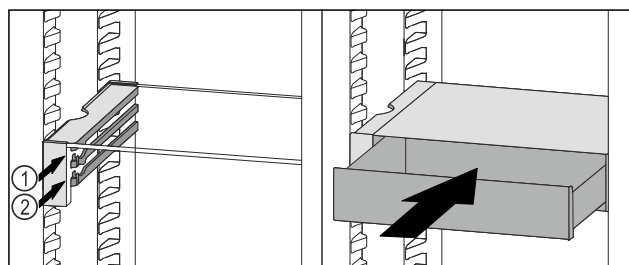

Fig. 198
- ▶ Nasadte zásuvku VarioSafe za zářezky na požadovaném žebře Fig. 198 (1) nebo Fig. 198 (2).